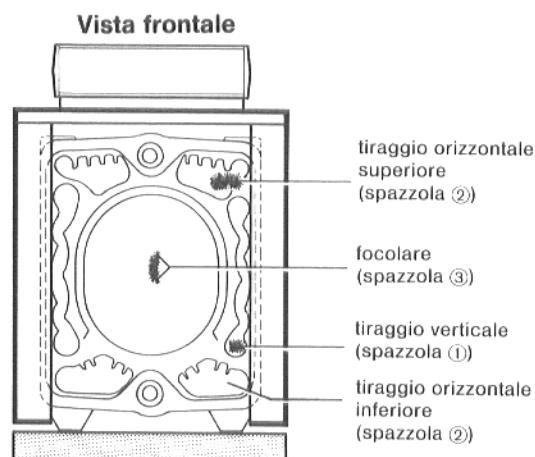

Fig. 32
Pulire il focolare (Fig. 32) con la spazzola ③.
Pulire i tiraggi orizzontali superiori (Fig. 32) con la spazzola ②.
Pulire i singoli tiraggi verticali superiori dal davanti verso il retro (Fig. 32) con la spazzola ①.
Pulire i tiraggi orizzontali inferiori (Fig. 32 e 33) con la spazzola ③.